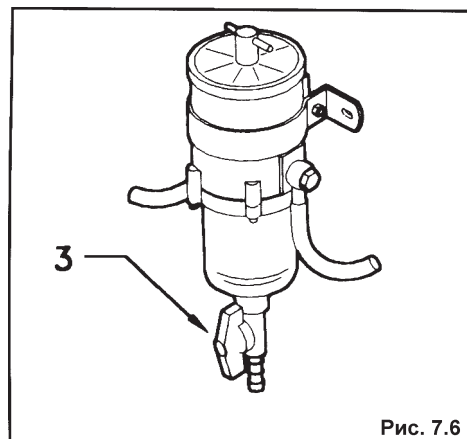

Рис. 7.6
Откройте кран (3), расположенный с нижней стороны стеклянной емкости (см. рис. 7.6) и подождите, пока вся жидкость стечет. После этого снова плотно закройте кран и проверьте, нет ли утечки.